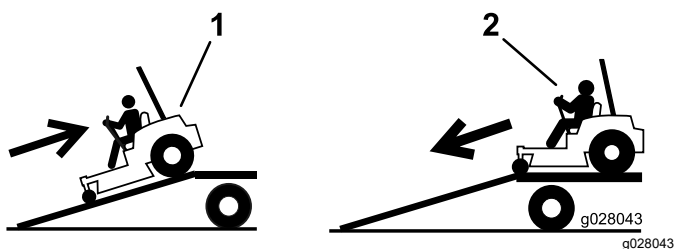

Figura 36
4. Urcăi maina pe rampă cu spatele (Figura 36).
2. Coborâți maina de pe rampă cu fața (Figura 36).